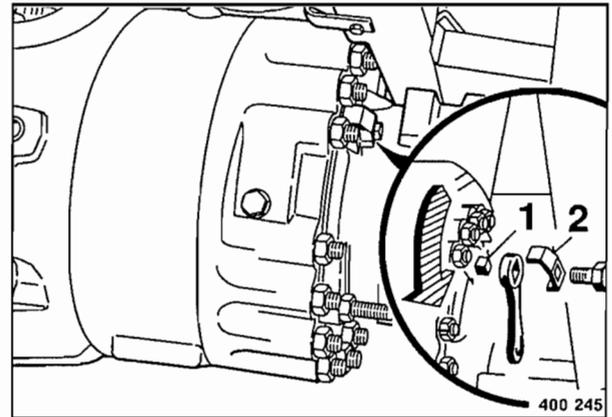

Fig. 112
- Desenroscar la chapa de seguridad 2 (Fig. 112).
- Girar el cuadrado (1) hasta el tope en sentido contrario de las agujas del reloj.